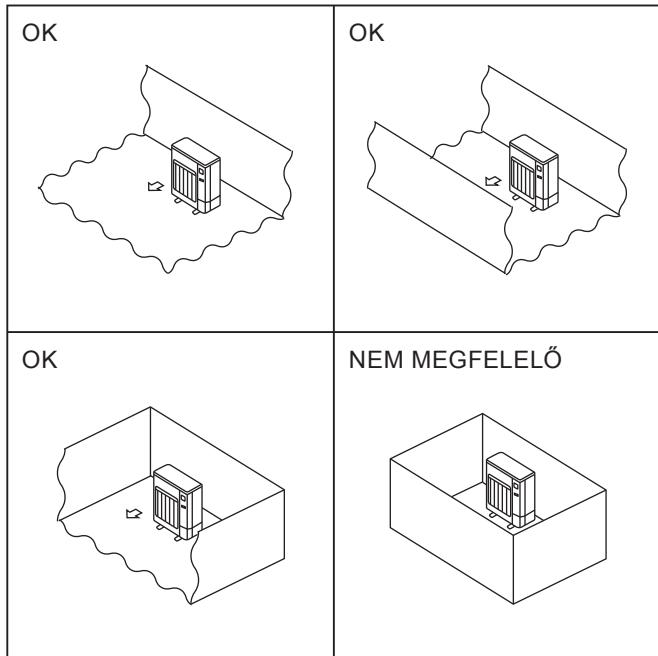

Fig. 2-1
- ◎ A kültéri egységeket olyan helyre kell felszerelni, ahol legalább a négy oldal egyike nyitott, és kellően nagy, bemélyedések nélküli tér áll rendelkezésre. (Fig. 2-1)